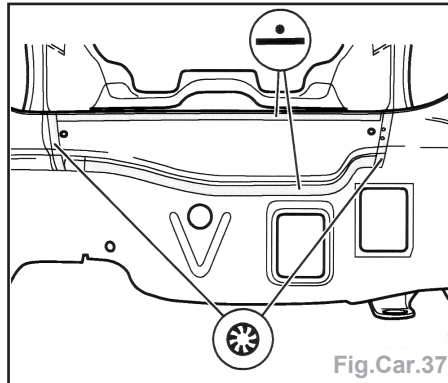

Fig.Car.37
- Soudure ponctuelle de la tôle de fermeture centrale (Fig.Car.37).